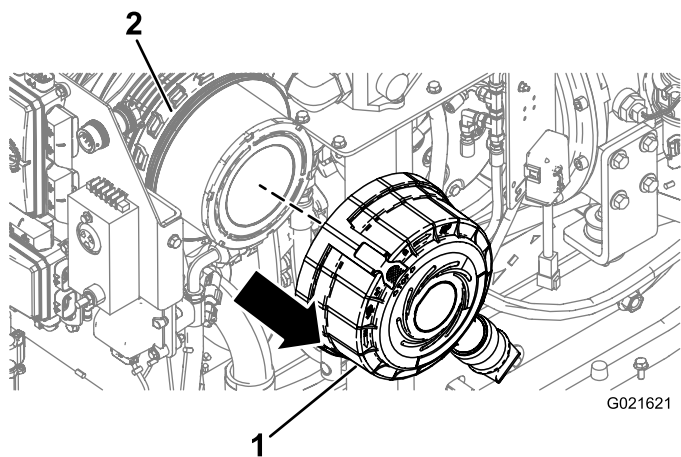

Рисунок 116
7. Оттяните крышку воздухоочистителя от корпуса фильтра и снимите крышку (Рисунок 116).
3. Установите крышку фильтра воздухоочистителя в требуемое положение относительно корпуса фильтра (Рисунок 116).